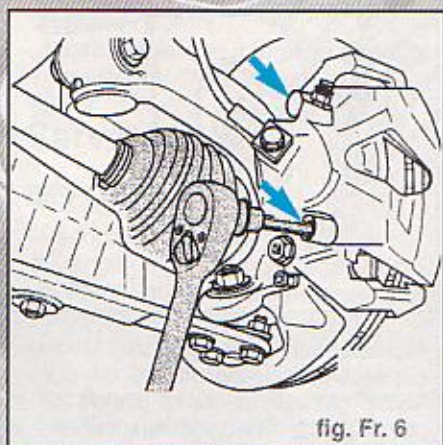

fig. Fr. 6
- Dévisser les deux pivots de guidage (flèches) de l'étrier de frein et les retirer (Fig. Fr. 6).
- Visser le boîtier d'étrier de frein avec les deux pivots de guidage (flèches) sur la chape de frein (Fig. Fr. 6).